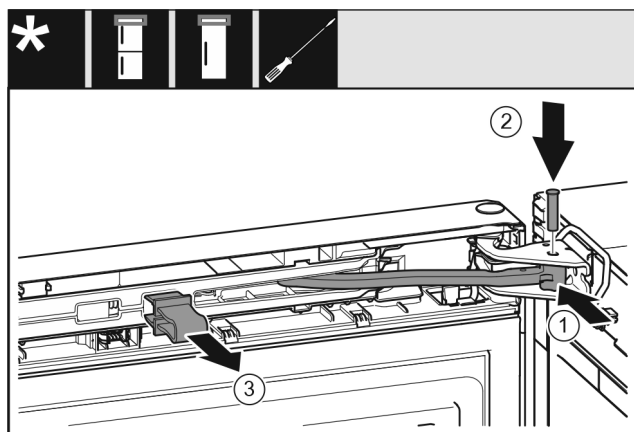

Fig. 30
- 将铰链 Fig. 30 (1) 转入托架。
- 将螺栓 Fig. 30 (2) 插入托架和铰链。同时注意止动凸轮需正确地位于凹槽中。
- 取下保险装置 Fig. 30 (3)。